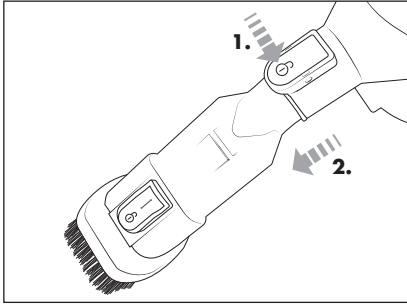

Fig. 9
- ♦ Para desmontar el cepillo combinado 2 en 1 **8** del aparato, mantenga pulsado el botón de desencastre **17**. Tras esto, tire del cepillo combinado 2 en 1 **8** para extraerlo del orificio de aspiración del aparato (consulte la fig. 9).